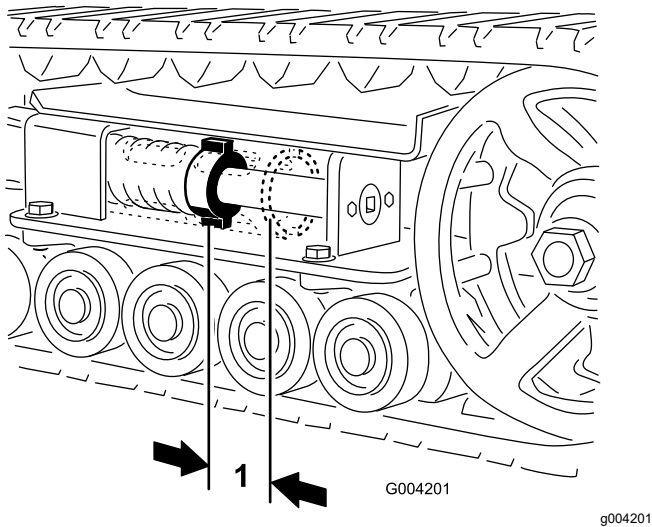

図 44
テンションナットとテンションチューブの背面との間には7 cm のすき間があるのが適正です 図 44。距離が適切でない場合は、以下の調整を行ってください
5. ドライブラチェット 1/2" を使って、テンショニングねじを右に回してテンションナットとテンションチューブの背面との間に 7 cm のすき間 図 44 を作る。
12. テンションねじを左に回してテンションナットとテンションチューブの背面との間に 7 cm のすき間 図 44 を作る。